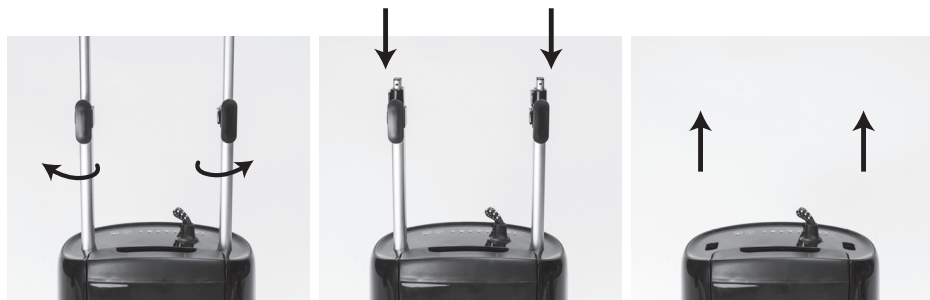

Рис. 11
8.1.2 Сложите телескопические стойки, зафиксируйте в этом положении, затем выньте из фиксатора на корпусе прибора (рис. 11)